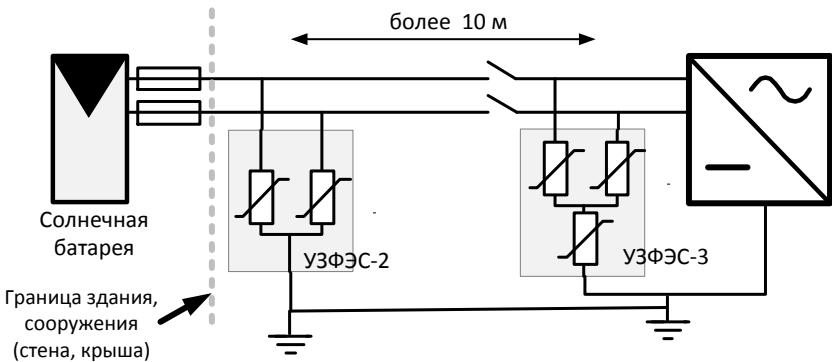
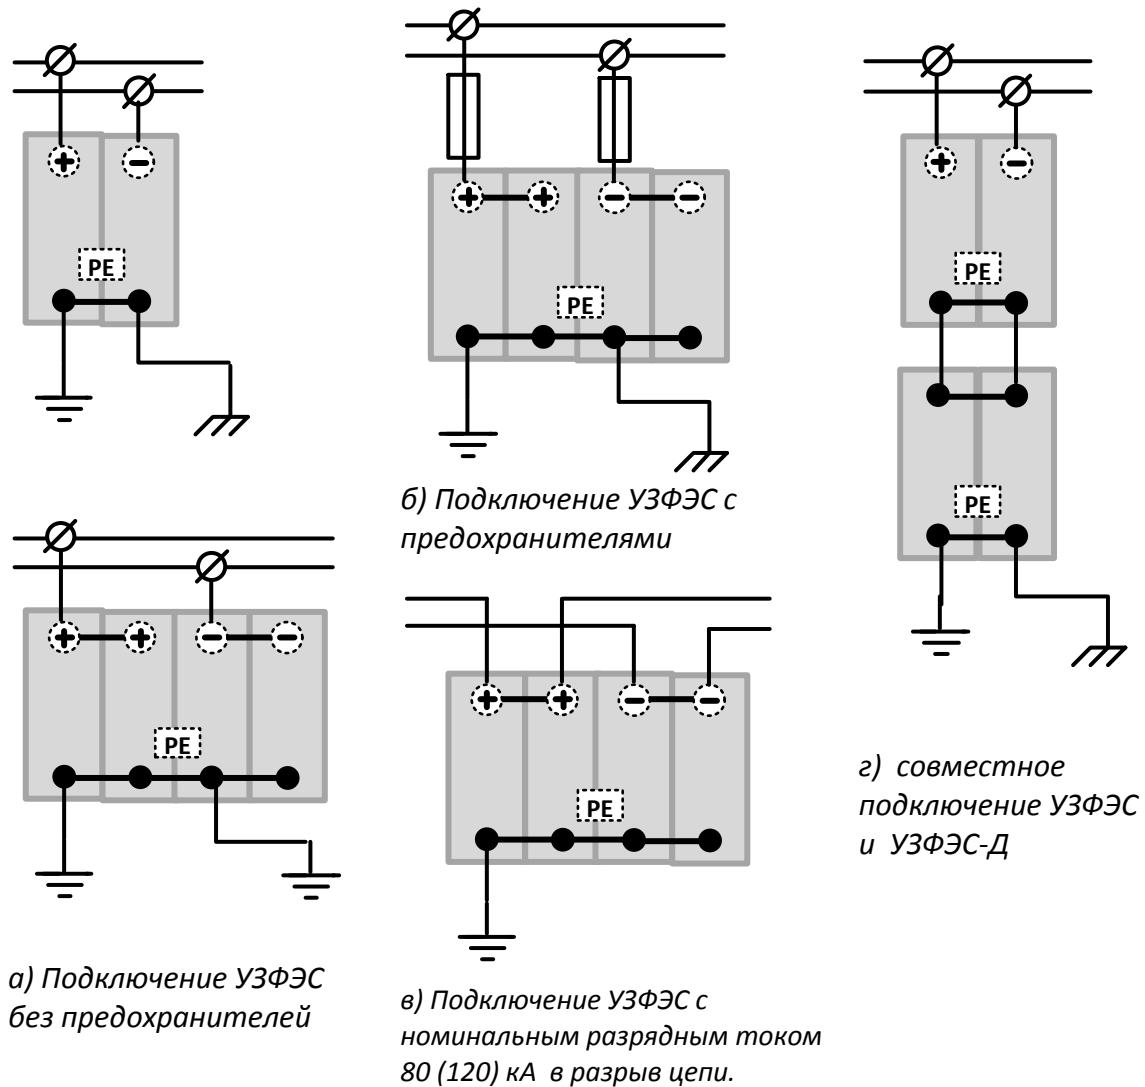

Рисунок 6.
Рисунок 8. Различные способы подключения УЗФЭС
- для УЗФЭС с максимальным разрядным током 80 и 100 кА: в разрыв токоведущих проводов (как показано на рис. 8в), при этом ток, потребляемый нагрузкой не должен превышать 32 А, и должен быть установлен соответствующий предохранитель.
В УЗФЭС всех типов (см. п.1.2 рис.2) в цепи каждого варистора установлен тепловой разъединитель, который также выполняет функции предохранителя при коротком замыкании в устройстве. Тем не менее, в соответствии с требованиями электро- и пожаробезопасности перед УЗФЭС со стороны солнечной батареи должно быть включено устройство защиты от сверхтока. В случае УЗФЭС-3 это может быть как автоматический выключатель, так и плавкий предохранитель. Для УЗФЭС классов 2 и 1+2 - только плавкий предохранитель. Эти предохранители могут быть установлены как в цепи батареи (рис. 6,7), так и в цепи подключения УЗФЭС (рис. 8б).
УЗФЭС имеет, как минимум, две клеммы «PE» для подключения к защитному заземлению. Их можно использовать для подключения к нескольким точкам (рис.8), например: